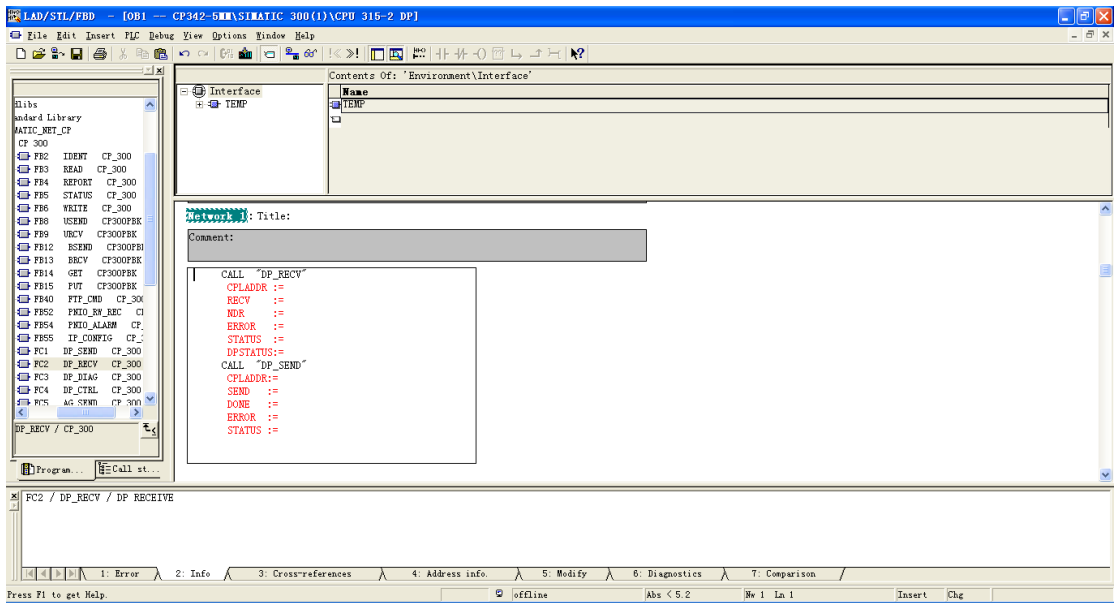

图 10
- 在工程窗口中打开“CPU 315-2 DP>S7 Program>Blocks”中的OB1。在“Libraries>SIMATIC_NET_CP>CP300”中找到“FC1 DP_SEND”和“FC2 DP_RECV”并添加到程序中，如图10。